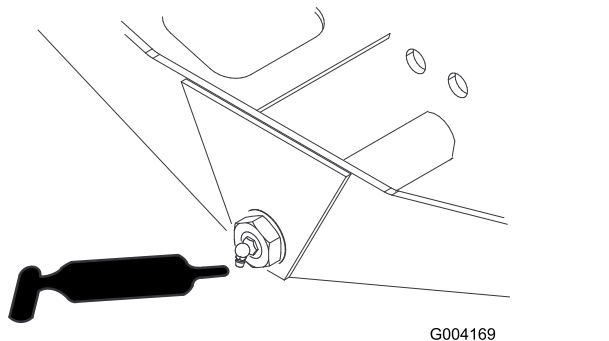

Figura 63
- Perno sterzante del ponte (1) – Figura 63